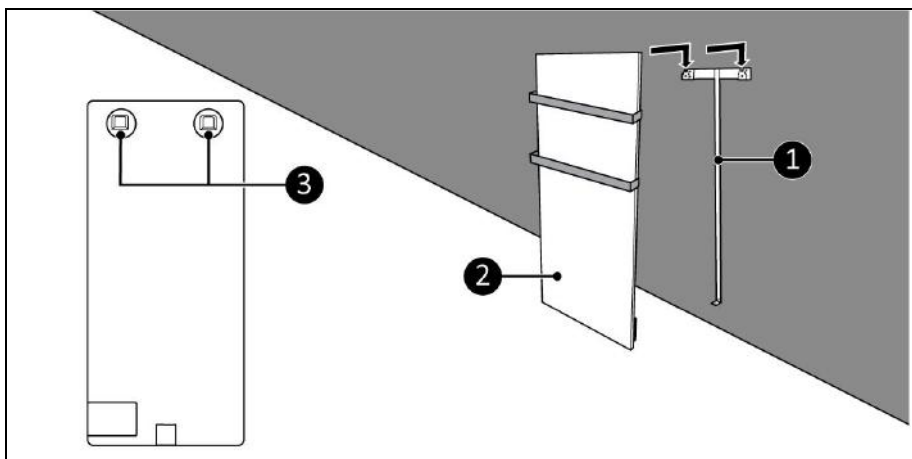

Abbildung 11
11. Platzieren Sie die Gerätehalterungen (Abbildung 11, Pos. 3) über die Wandhalterung (Abbildung 11, Pos. 1).
12. Lassen Sie das Gerät (Abbildung 11, Pos. 2) in die Öffnungen der Wandhalterung gleiten.